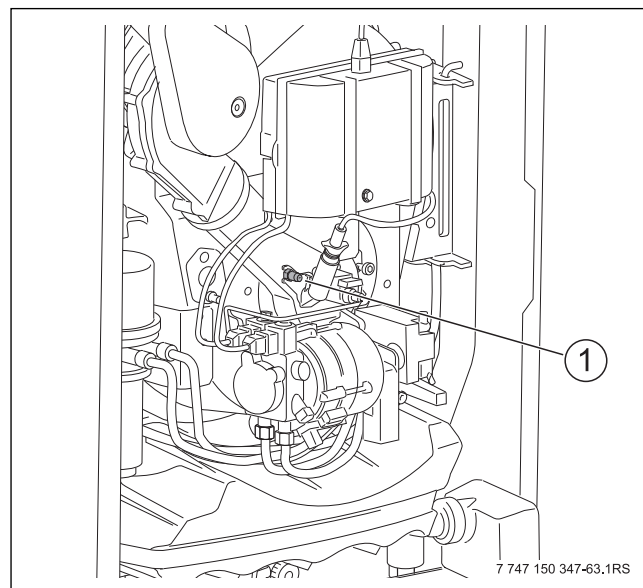

Bild 53 Statischen Gebläsedruck messen
- ▶ Druckmessstutzen (→ Bild 53, [1], Seite 29) für den statischen Gebläsedruck am Brennergehäuse öffnen.
- ▶ Messgerät für statischen Gebläsedruck am Druckmessstutzen (→ Bild 53, [1], Seite 29) des Brennergehäuses anschließen.